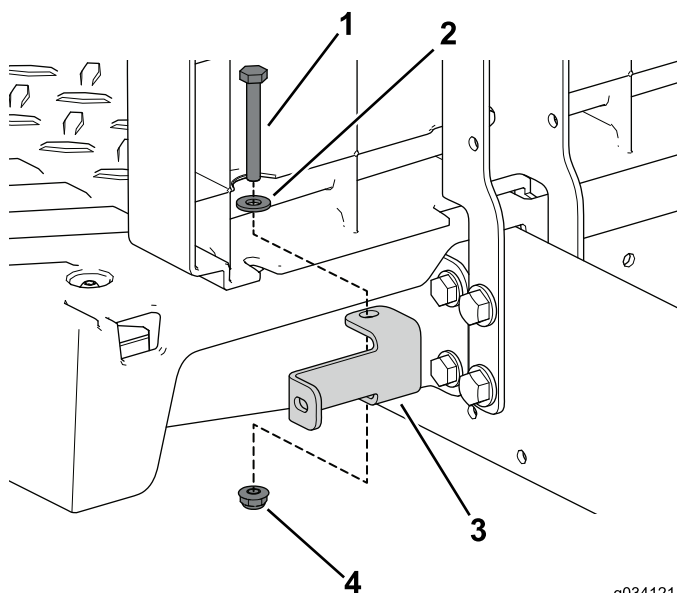

Figura 87
7. Utilize os dois parafusos flangeados (¼ x 2 pol.), anilha e porca de bloqueio para prender o suporte do painel esquerdo e direito à máquina (Figura 87).
8. Utilize os quatro parafusos autorroscantes para prender a cobertura do lado esquerdo ao conjunto do banco (Figura 87).